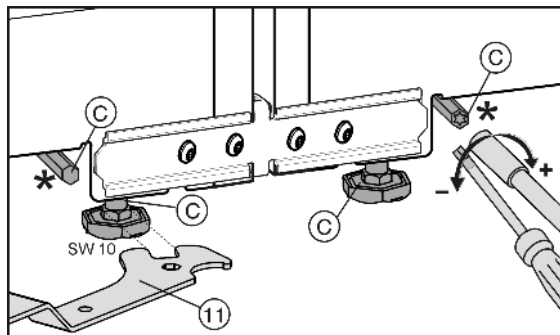

Fig. 8
De voorste stelvoetjes kunnen met de meegeleverde steeksleutel Fig. 8 (11) worden veresteld, de achterste stelvoetjes* met een schroevendraaier Torx® 25.